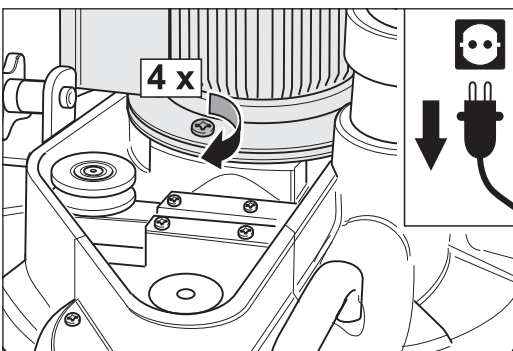

Abb. 101 Den Motor mit den vier Schrauben am Maschinengehäuse festschrauben.
- 3 Schrauben Sie den Motor am Maschinengehäuse mit den vier Schrauben fest (Abb. 101).